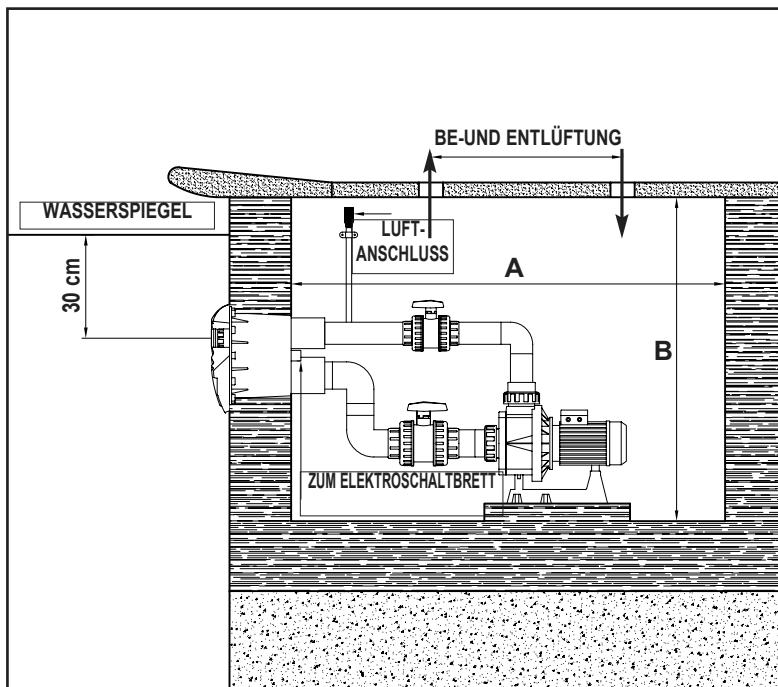

Fig. 8
10.1 Bevor wir die HIDROJET - Anlage installieren, müssen wir die am Aufstellungsorit für die Anordnung zur Verfügung stehenden Abmessungen untersuchen und uns versichern, daß im Augenblick der Montage kein Platzmangel entsteht. Dazu überprüfen wir, ob die MindestmaÙe für das zu installierende Modell geeignet sind, wie es in der beigefügten Tafel und in der Fig.8 angegeben wird.